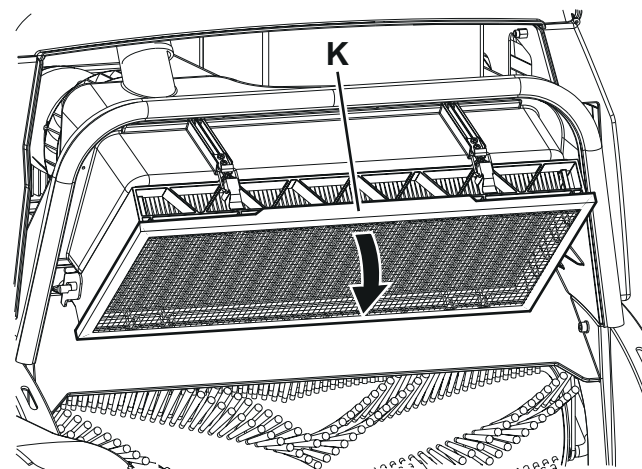

Рис. 13
12. Снимите фильтр предварительной очистки (К, Рис. 13) и очистите его при помощи сжатого воздуха (макс. 6 бар).